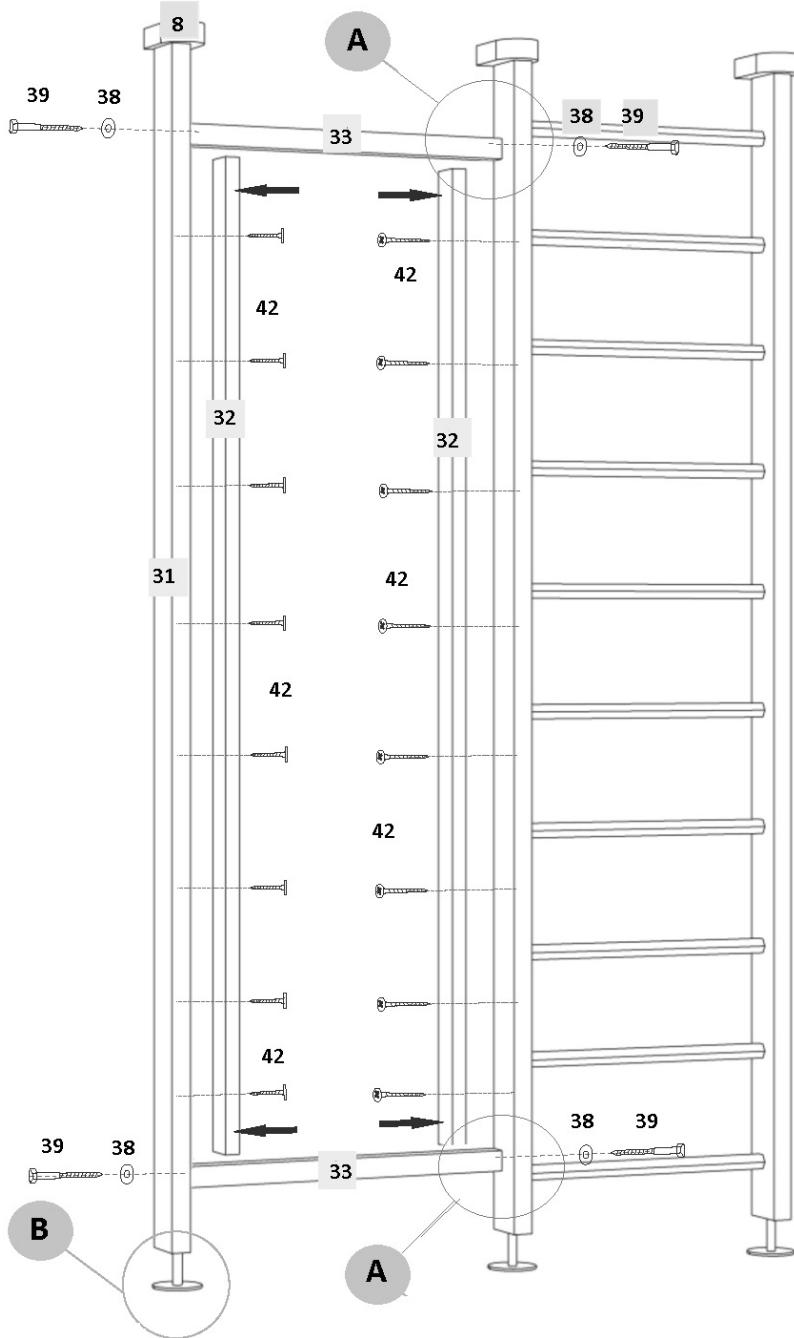

Рисунок 5
Рисунок 5 примечание А.
Рисунок 5 примечание В
4.4.4 Установить стойку (№31) вертикально болтами-домкратами (№5) на опоры нижние (№7) и шайбу (№41) (Рисунок 5 примечание В)
4.4.5 На верхних концах стойки установить декоративный упор (№8) (Рисунок 5).
4.4.6. Выворачивая винты домкратные (№5) (не более 7мм!!!) закрепить стойку между полом и потолком и закрепить фиксирующей гайкой (№6) (Рисунок 5 примечание В)